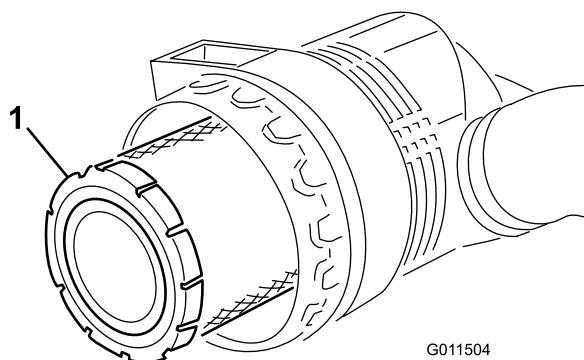

Figure 71
3. Déposez et remplacez le préfiltre (Figure 71).